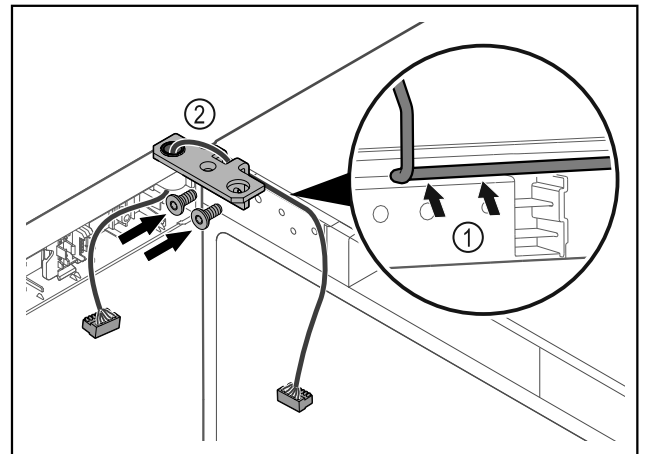

Fig. 46
- ▶ Vie kaapeli saranakulman aukon läpi ja aseta se varovasti paikalleen Fig. 46 (1).
- ▶ Kiinnitä saranakulma Fig. 46 (2) ruuveilla paikalleen.